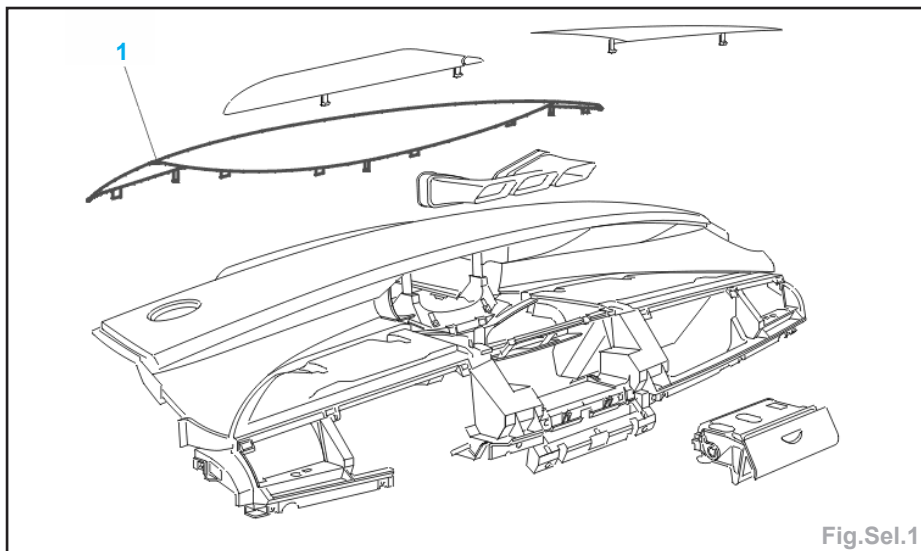

Fig.Sel.1
- Dégrafer la garniture sup. de la planche de bord (1) (Fig.Sel.1).